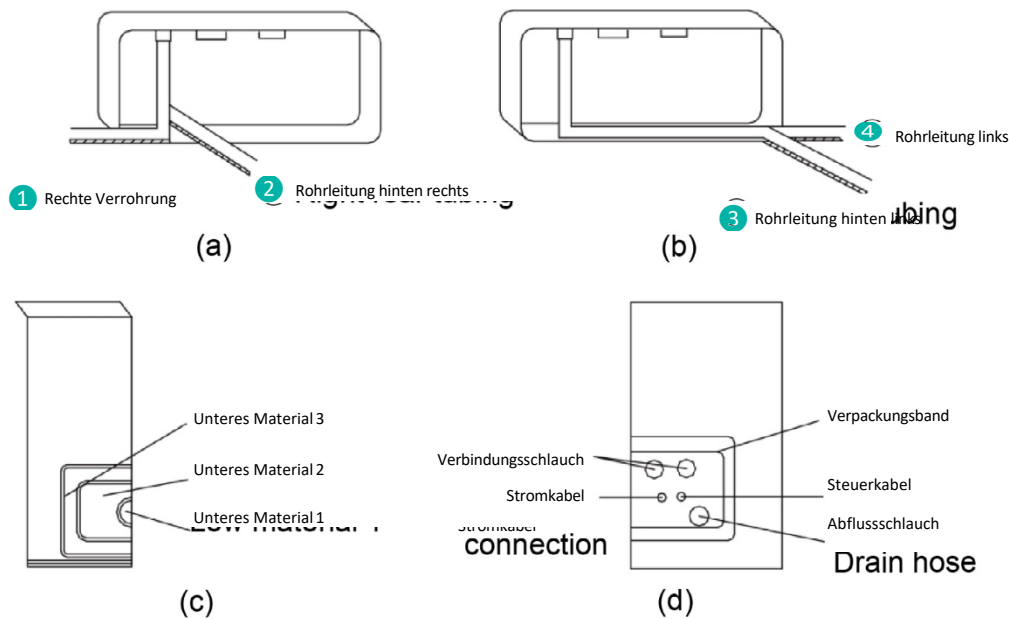

Abb. 5.6
- 1 Bei der Verlegung der Rohrleitungen und der Verkabelung auf der linken oder rechten Seite des Innengeräts müssen die Rohröffnungen links an der Halterung des Geräts ausgeschnitten werden. (Siehe Abb. 5.6)
- 2 Führen Sie die Rohrleitungen und das Kabel durch die Rohröffnung, nachdem Sie diese befestigt haben (siehe Abb. 5.6 (d)).